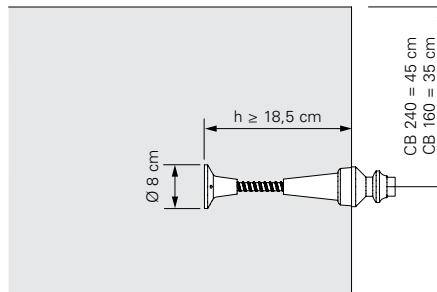

Fig. B1.04
4. Avvitare e serrare la piastra filettata DW 15 (5.4) sul tirante (5.5). (Fig. B1.04)